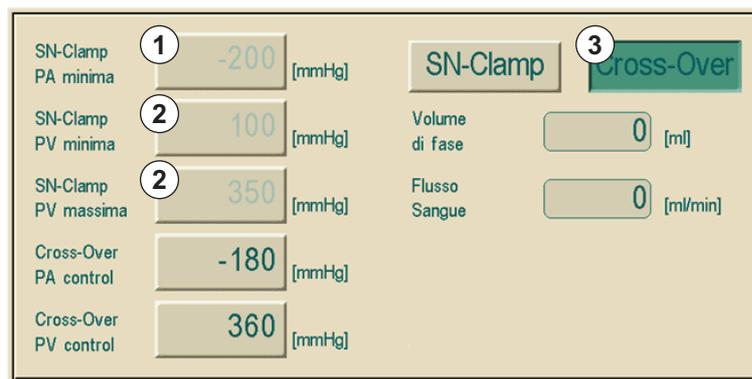

**Fig. 10-2** Ago Singolo Cross Over (SNCO)
- Toccare il campo **2** nella finestra SNCO (Fig. 10-2 Ago Singolo Cross Over (SNCO) (173)).
- Scollegare il paziente (vedere il capitolo 7 Fine Terapia (121)).